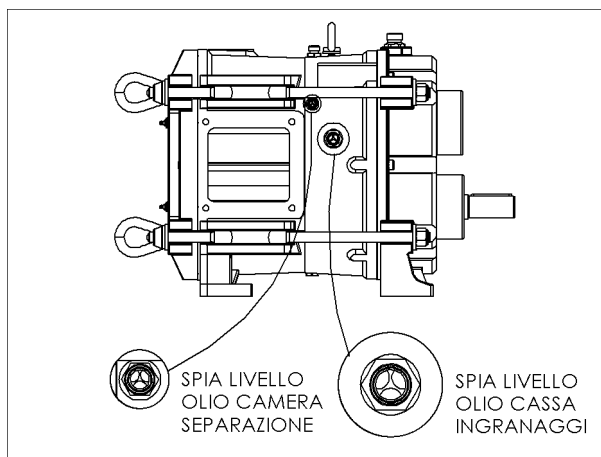

Fig. 14-1
- La verifica del livello olio avviene tramite la spia di livello olio cassa ingranaggi fig. 14-1 (**att: il livello olio deve essere a metà della spia livello olio**).